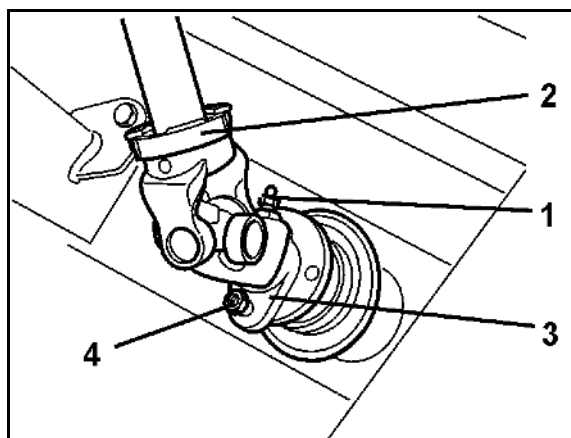

図 96
1. プロペラシャフト保護パーツを取り付け位置に配置します (図 96)。
同梱のねじ M8 x 30 A2-70 は、プロペラシャフトのユニバーサルジョイントヨークをギアボックス入力軸に固定するための、**交換用せん断ボルト** (図 96/1) です。プロペラシャフトには必ずグリースを塗布してからギアボックス入力軸に差し込みます。